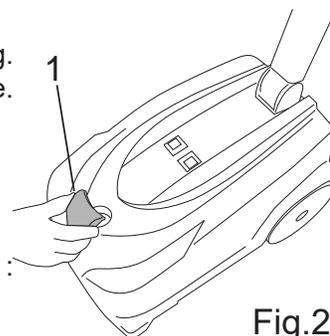

Fig.21
- Retirer le bouchon du réservoir détergent (Fig. 21 - Rep 1).